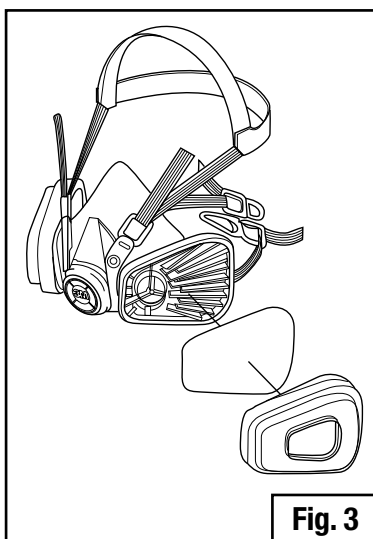

Fig. 3
3. Coloque o filtro no retentor 501 com a face impressa voltada para o assento 603. Encaixe o conjunto e garanta que a vedação do filtro esteja livre de vincos ou lacunas (Fig. 3).